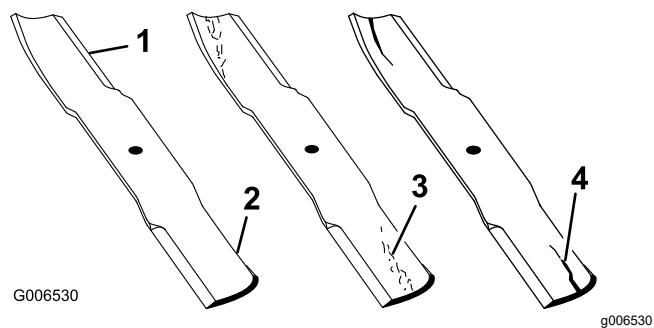

Figure 53
1. Examinez le tranchant des lames (Figure 53).
4. Remplacez immédiatement toute lame fendue, usée ou qui présente une entaille sur cette partie (Figure 53).